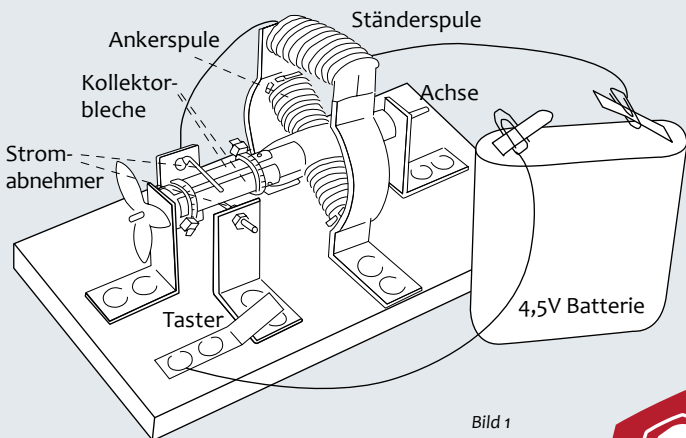
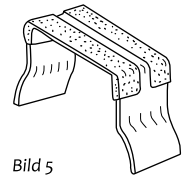

Bild 1
Bild 5
5) Die Achse mit der Ankerspule wird mit zwei Lagerböcken und je einem Reißnagel auf dem Holzbrettchen befestigt, so dass sich die Achse möglichst leicht dreht (Bild 1). Die endgültige Fixierung erfolgt dann in Anleitungsschritt 9.
7) Die beiden Kanten des Ständerblechs werden mit Kreppband beklebt (Bild 5) und mit dem restlichen Draht der Pappspule gleichmäßig umwickelt (Bild 1). Achtung: An beiden Enden der Wicklung den Draht je ca. 20 cm lang lassen. Beide Drahtenden gut abschleifen!
8) Das Ständerblech wird über dem Anker mit vier Reißnägeln auf das Holzbrettchen so montiert, dass es den Anker beim Drehen nicht streift (Bild 1). Hierzu muss das Ständerblech eventuell leicht verbogen werden.
10) Das Tasterblech wird mit zwei Reißnägeln so befestigt, dass es beim Niederdrücken Kontakt mit einem Reißnagel am Stromabnehmer-Lagerbock bekommt (Bild 1). Hierzu muss das Tasterblech am freien Ende etwas hochgebogen werden.